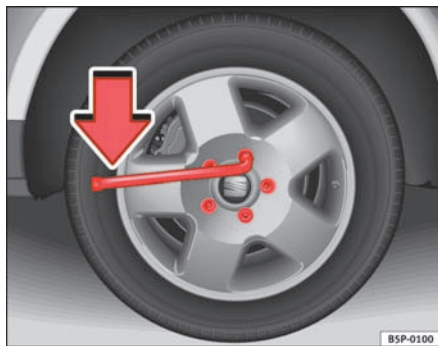

Fig. 148 Hjulskift: Sådan løsnes hjulboltene.
- Tag fat i enden af hjulnøglen, og drej bolten ca. en omdrejning mod **venstre** ⇒ fig. 148.